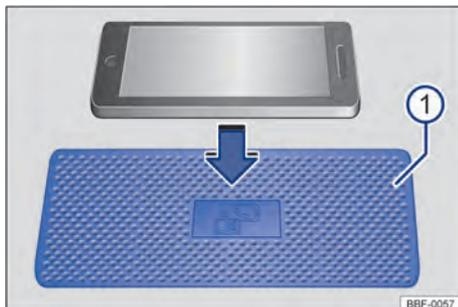

Fig. 108 Porta-objetos com esteira para a função de carga sem fio. O símbolo no tapete de revestimento pode ter uma aparência diferente em alguns veículos.
Dependendo da versão do veículo, a área de carregamento → Fig. 108 ① para a função de carregamento sem fio está localizada no centro do console central ou no compartimento de armazenamento na área entre os bancos da frente.